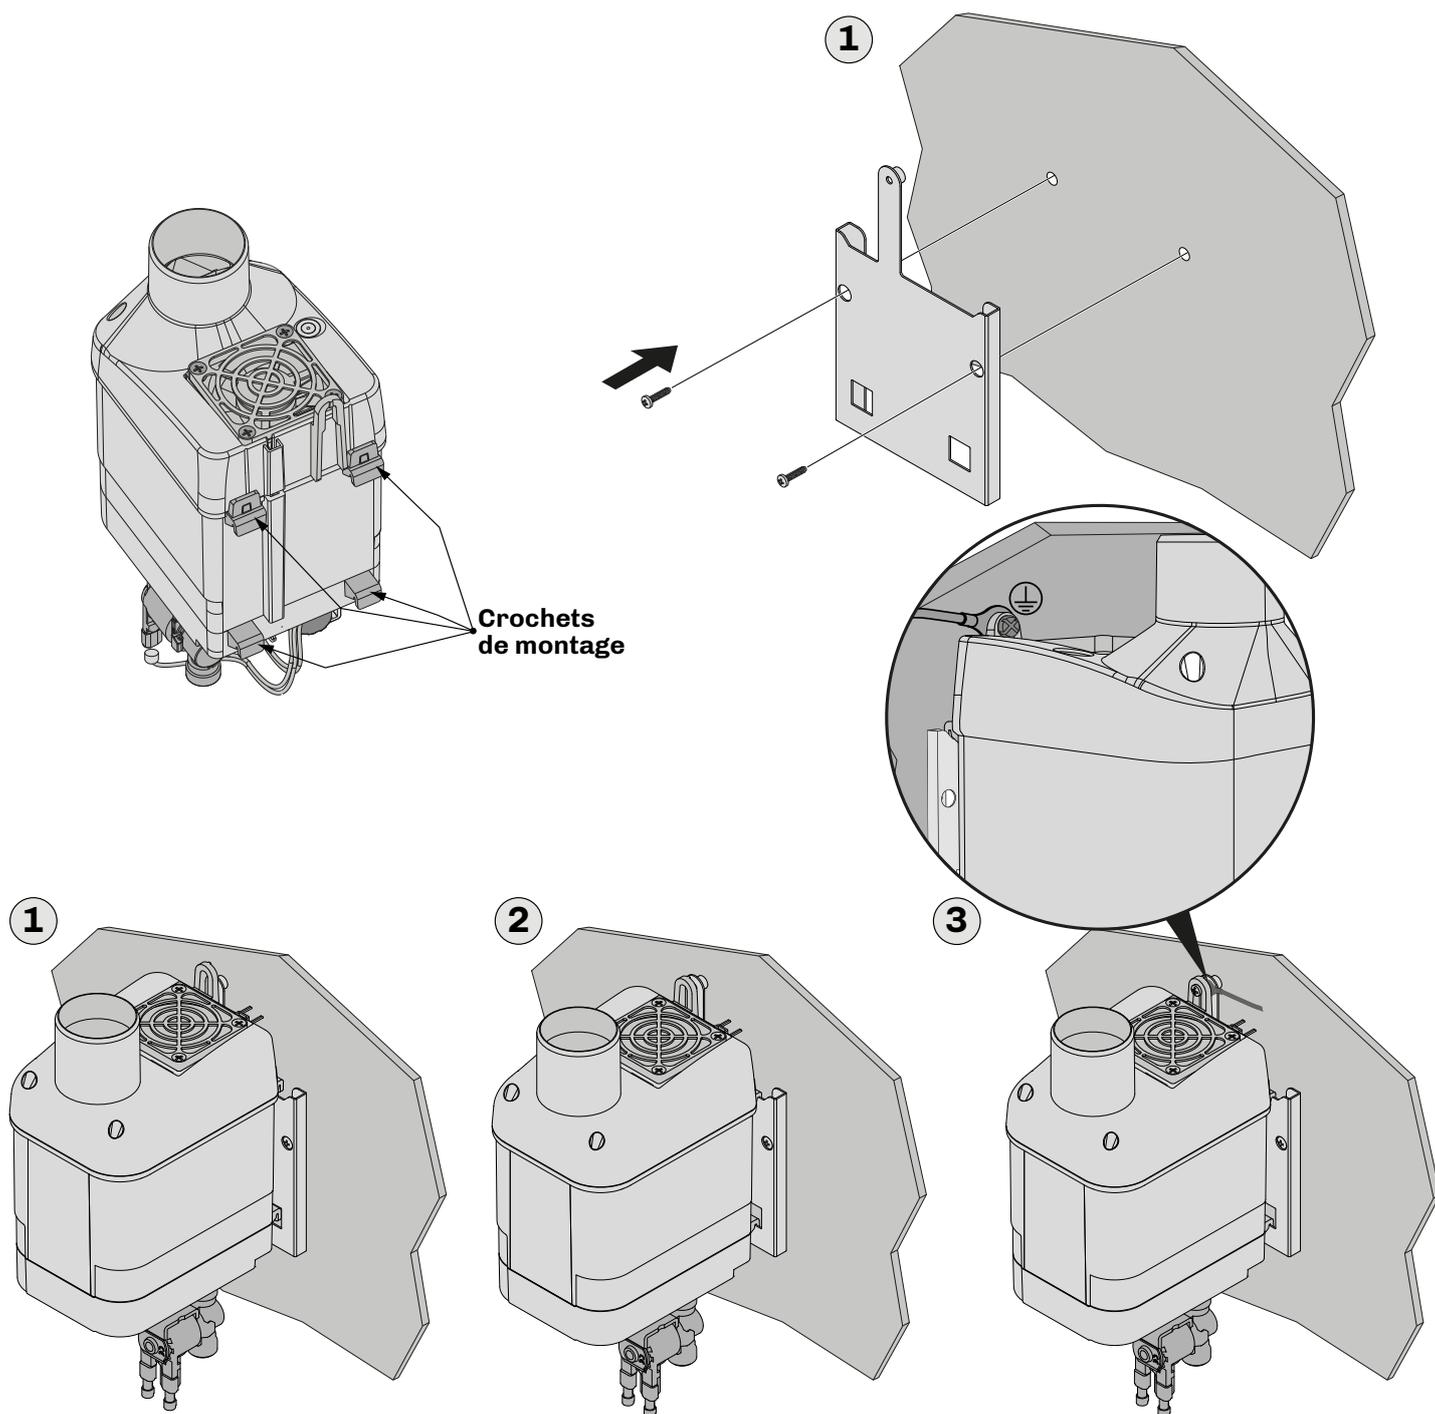

Fig. 7. Instructions de montage avec l'étrier de support
- Fixer l'étrier de support au mur en suivant les instructions fournies sur l'illustration « **FIG. 7. INSTRUCTIONS DE MONTAGE AVEC L'ÉTRIER DE SUPPORT** » PAGE 19 et les dimensions des trous de l'étrier indiquées au sous-chapitre « 4.5.1 DIMENSIONS DE L'ÉTRIER DE SUPPORT » PAGE 18 (1) ;
- Accrocher l'humidificateur **Mistral** à l'étrier, en veillant à ce qu'il soit bien fixé (2) ;
- Fixer l'humidificateur au mur sur lequel est monté l'étrier de support, et le raccordement de mise à la terre en utilisant une vis **M4** à tête plate, adaptée au mur de fixation (3).